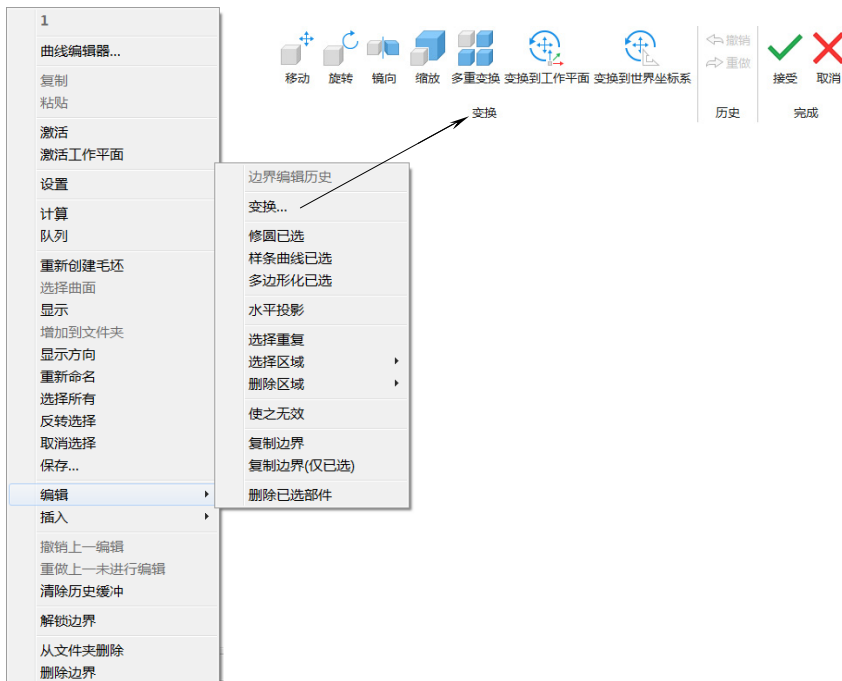

图 1-65
在 PowerMill 2018 的资源管理器中双击“边界”树枝展开边界列表，右击某条已经存在的边界，在弹出的快捷菜单中单击“编辑”，即弹出编辑边界快捷菜单，如图 1-65 所示。
(1) 变换 图 1-65 中包含了“变换…”选项的功能。变换操作可以实现边界的移动、旋转、镜像（软件中为镜向）、缩放、多重变换、变换到工作平面和变换到世界坐标系等操作。